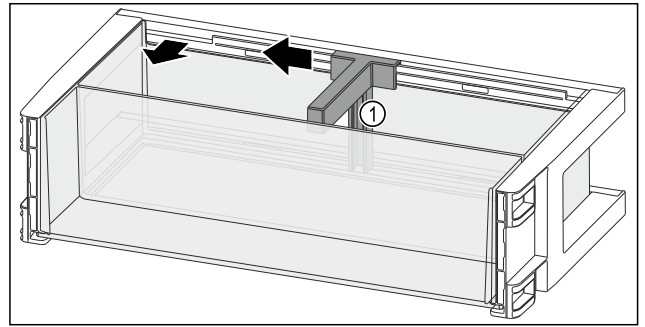

Fig. 119
- ▶ Flaschenhalter Fig. 119 (1) bis zur Aussparung zur Seite schieben.
- ▶ Flaschenhalter Fig. 119 (1) entnehmen.